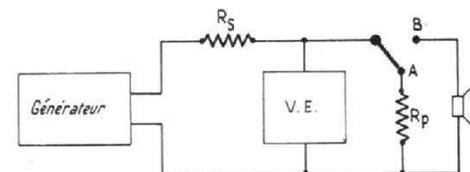

FIG. 9
parleurs dans toute la gamme des fréquences audibles. On peut très aisément tracer la courbe d'impédance d'un système à haut-parleurs, si l'on dispose d'un générateur BF et d'un millivoltmètre électronique. Il faut aussi disposer, mais c'est plus facile, d'une résistance de 5 à 10W (RS) ayant au moins 20 fois la valeur de l'impédance à mesurer, la précision de cette résistance n'a pas plus d'importance que sa valeur. Par contre la résistance RP doit être une résistance de précision (5 % ou moins si l'on peut) ou bien une résistance dont on connaît la valeur exacte. Le mieux c'est que la valeur de RP soit égale à celle de l'impédance à mesurer car cela évitera des calculs, mais toute résistance ayant une valeur comprise entre 0,5 et 2 fois la valeur de l'impédance à mesurer fera parfaitement l'affaire. La figure 9 donne le schéma du montage à réaliser.
Le montage que nous avons réalisé avec la figure 9 est un générateur à courant constant.